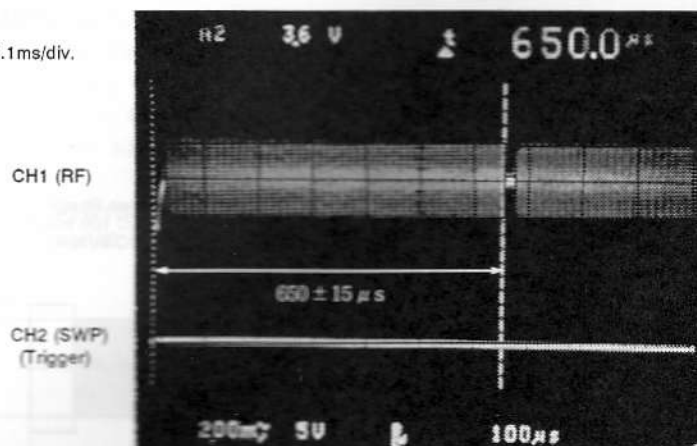

Fig. 4-3
- 4) Adjust DPG with the INS/+ key and DEL/- key so that the time between the SWP signal (TP403) fall and the RF signal (TP435) marker is $650 \pm 15 \mu\text{s}$. (Refer to Fig. 4-3)
- 4) SWP信号 (TP403) の立ち下がりからRF信号 (TP435) のマーカーまでの時間が $650 \pm 15 \mu\text{s}$ になるように、INS/+キー、DEL/-キーで調整する。(図4-3参照)